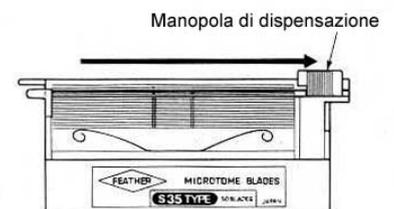

Figura 1
1) Fare scorrere la manopola di dispensazione come mostrato in figura 1.